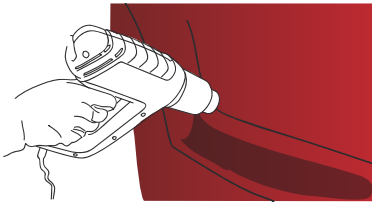

Figure 11
- › Le travail étant terminé, re-chauffer toutes les parties creuses qui ont subi une forte déformation à 80-90 °C pour casser la mémoire de forme du film. (FIG. 11)